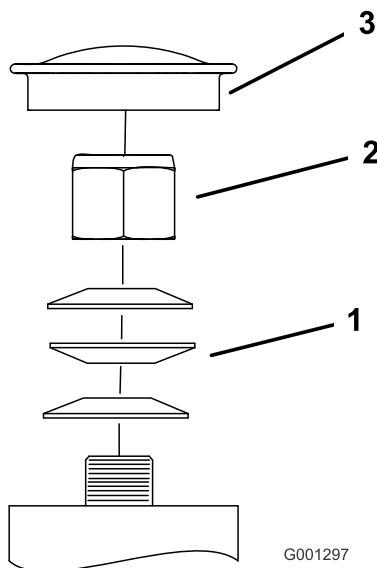

Figure 69
3. Retirez le capuchon antipoussière de la roue pivotante et serrez le contre-écrou (Figure 69).
4. Continuez de serrer le contre-écrou jusqu'à ce que les rondelles élastiques soient aplatis, puis desserrez-le de 1/4 de tour pour obtenir la précharge correcte des roulements (Figure 69).
**Important:** Veillez à placer les rondelles élastiques comme illustré à la Figure 69.
5. Remettez le capuchon antipoussière en place (Figure 69).